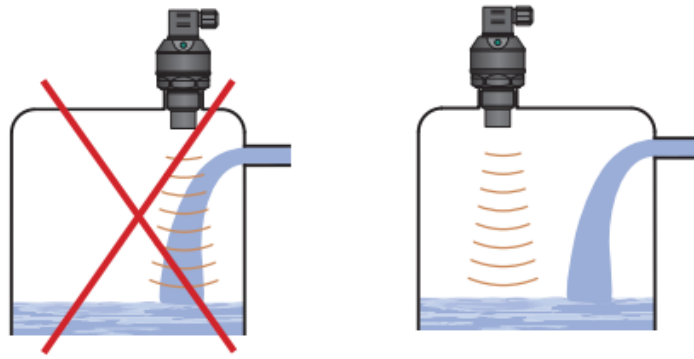

Fig. 7: Instalação do equipamento fora do alcance da circulação de enchimento
i) Não instale o equipamento no ponto de enchimento (Fig. 7) ou acima dele. A medição pode ser afetada pelo fluxo de entrada.